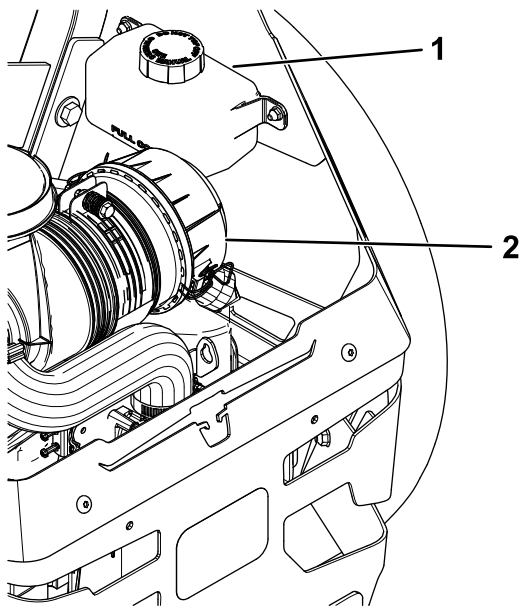

Figura 67
2. Verifique o reservatório de expansão e, se necessário, adicione fluido hidráulico Toro® HYPR-OIL™ 500 à linha FULL COLD (Figura 67).